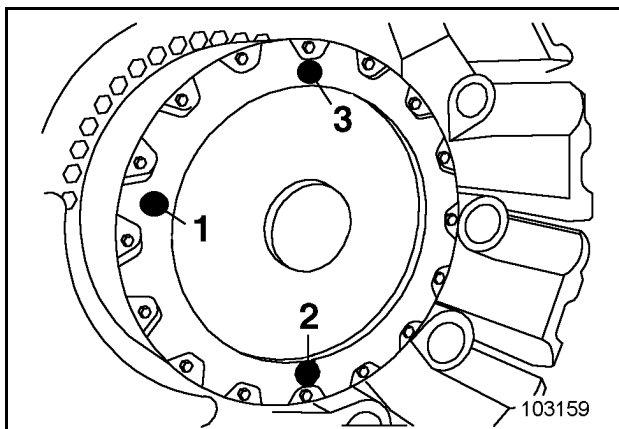

Fig. 3-113:
- Maschine verfahren, bis die Verschlusschrauben (1, 2 und 3, Fig. 3-113:) in der dargestellten Stellung stehen.